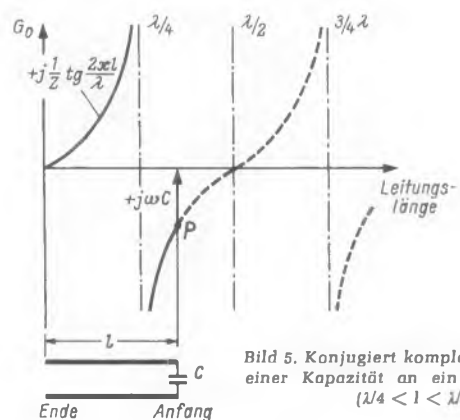

Bild 5. Konjugiert komplexe Anpassung einer Kapazität an ein Leitungsstück ( $\lambda/4 < l < \lambda/2$ )
Bild 5 zeigt den Verlauf der Gleichung (7). Man erkennt das induktive Verhalten der Leitung zwischen  $\lambda/4 < l < \lambda/2$  und das kapazitive Verhalten zwischen  $0 < l < \lambda/4$ . Bei konjugiert komplexem Abschluß muß die Belastungskapazität so groß gewählt werden, daß die Größe des Blindleitwertes  $+j\omega C$  des Kondensators den der Leitungslänge  $l$  entsprechenden Kurvenpunkt P mit der Abszisse verbindet.